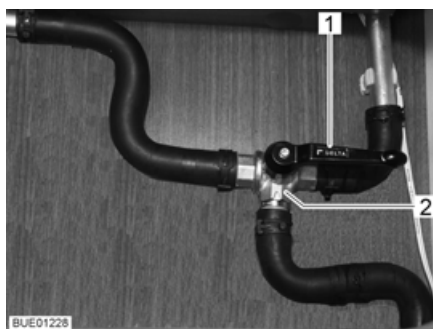

Bild 139 3-Wege-Ventil
- Den Hebel (Bild 139,1) des 3-Wege-Ventils (Bild 139,2) parallel zur geraden Durchflussrichtung (Bild 139) stellen.
- Den Hebel (Bild 139,1) des 3-Wege-Ventils (Bild 139,2) quer zur geraden Durchflussrichtung stellen.